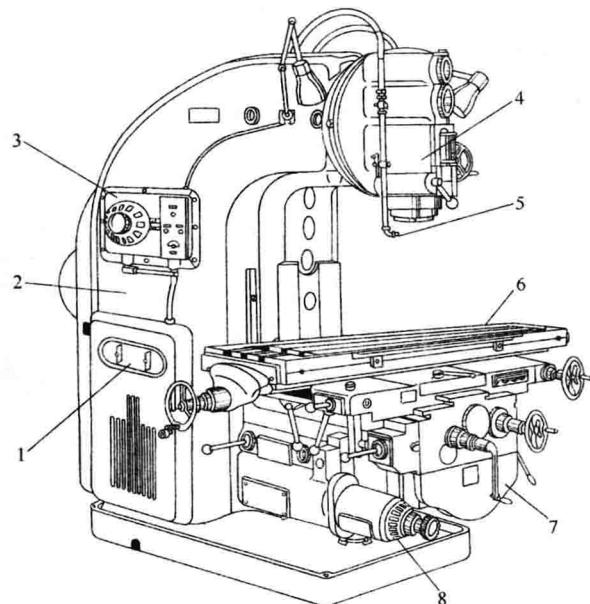
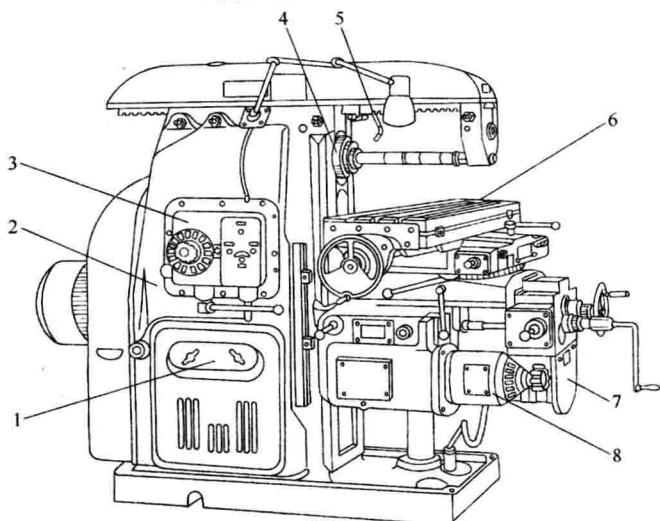

图 1-2 立式铣床
图 1-3 卧式铣床
常用铣床包括升降台铣床、固定台座式铣床、万能工具铣床、仿形铣床和数控铣床等。如图 1-2、图 1-3 所示为升降台铣床的常用类型。
(1) 立式铣床(见图 1-2) 立式铣床的主要特征是铣床主轴轴线与工作台面垂直。可铣削平面、角度面、沟槽、曲线外形和凸轮等。
(2) 卧式铣床(见图 1-3) 卧式铣床的主要特征是铣床主轴轴线与工作台面平行。铣削时，铣刀绕轴线作水平方向旋转，可铣削平面、沟槽、成形面和螺旋槽等。